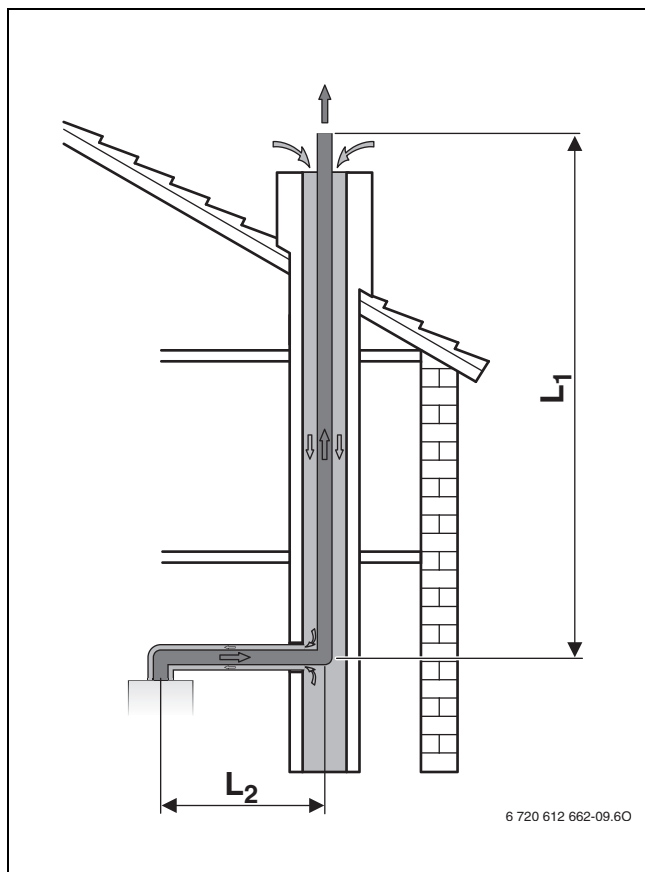

Fig. 11 Condotto combusti intubato in camino secondo C₉₃ (rigido)
- Se l'adduzione dell'aria comburente attraverso il camino avviene in controcorrente (→ fig. 11), il camino deve essere pulito.